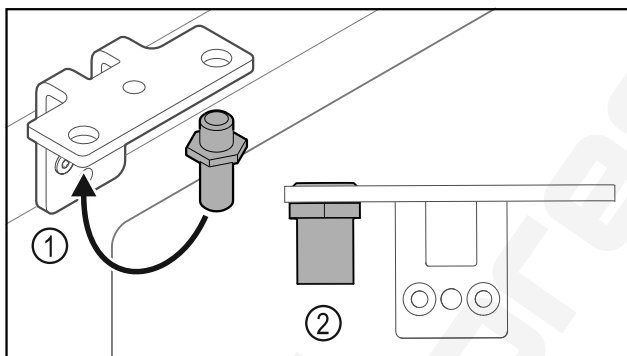

Fig. 20
- Helyezze át a csuklópántban a csapszeget Fig. 20 (1).
- Húzza meg a csapszeget Fig. 20 (2) **12 Nm-es forgatónyomatékkal**.